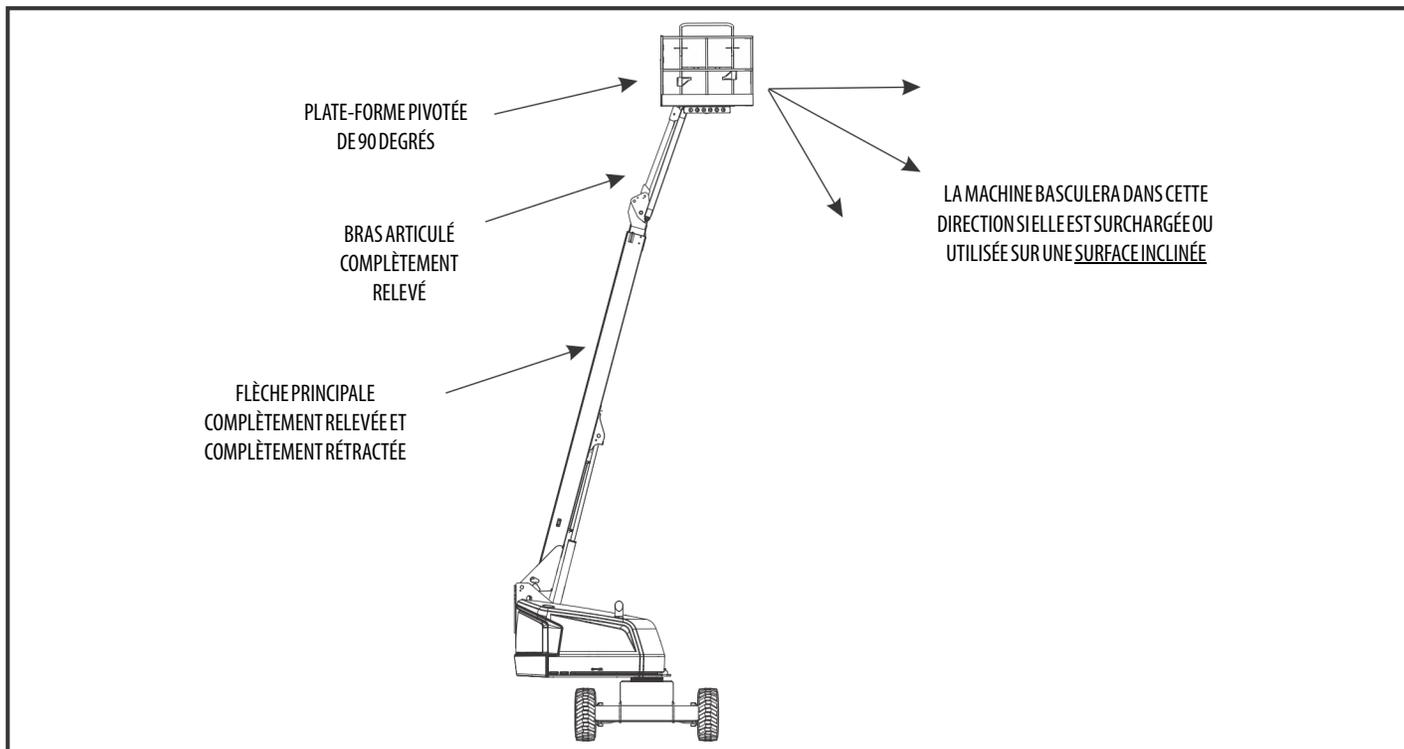

Figure 4-2. Position la moins stable vers l'arrière
La stabilité de la machine est basée sur deux (2) conditions, appelées stabilité VERS L'AVANT et stabilité VERS L'ARRIÈRE. La position la moins stable de la machine VERS L'AVANT est illustrée sur la Figure 4-1. et la position la moins stable de la machine VERS L'ARRIÈRE est illustrée sur la Figure 4-2.